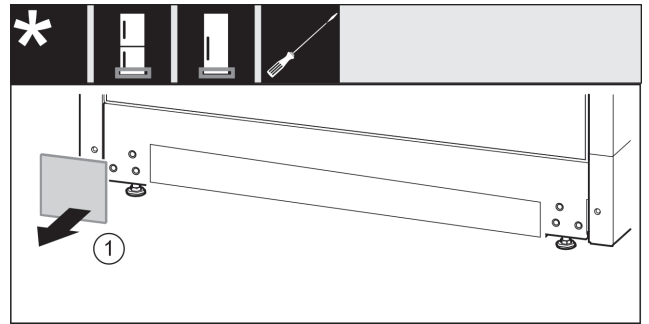

Fig. 14
- ▶ Retire la cubierta Fig. 14 (1).